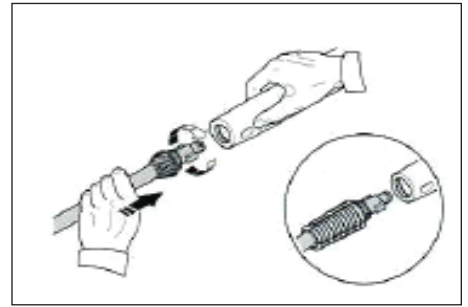

Figura 15 - Conexión de la pistola y lanza
- Inserte la lanza en la pistola y gírela en el sentido de las agujas del reloj hasta que llegue a su tope, como se muestra en la Figura 15.